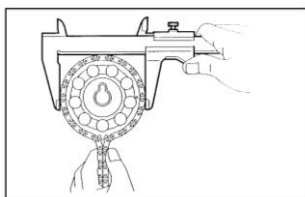

Рисунок II-95
- 2) Замерьте штангенциркулем диаметр звездочки с одетой на нее цепью (см. *Рисунок II-95*).